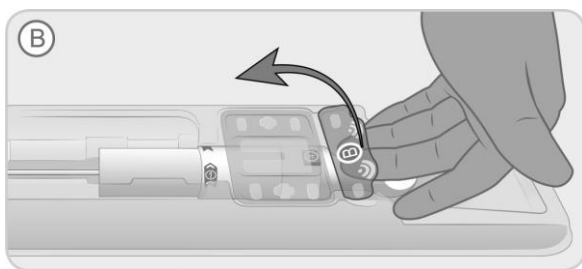

Figura 3. Remoção da tampa do tabuleiro amovível.
- B. Retire a pequena tampa amovível do tabuleiro, indicada por um "B" no tabuleiro, levantando a patilha como indicado na Figura 3, até a retirar completamente.